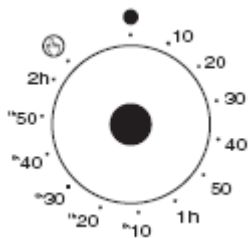

Рис. 14
**Ручное:** повернуть регулятор против часовой стрелки до знака "Mano". См. рисунок 14.